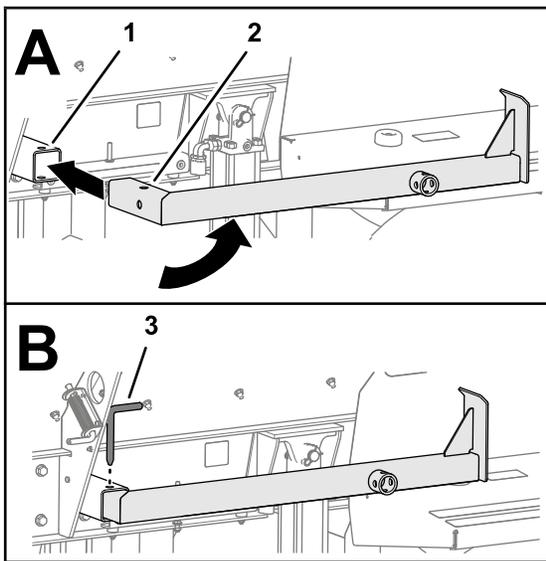

Рисунок 26
5. Поверните опорную лапу заднего домкрата в горизонтальное положение и вставьте ее в трубу (Рисунок 26).
6. Совместите отверстия в опорной лапе домкрата и трубе и закрепите опорную лапу домкрата пальцем (Рисунок 26).